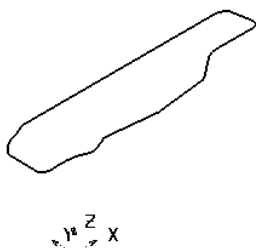

图 5-79 删除下边界
2) 在边界 3 中选中下边界, 单击 Delete 键删除, 使其仅剩下上边界, 如图 5-79 所示。